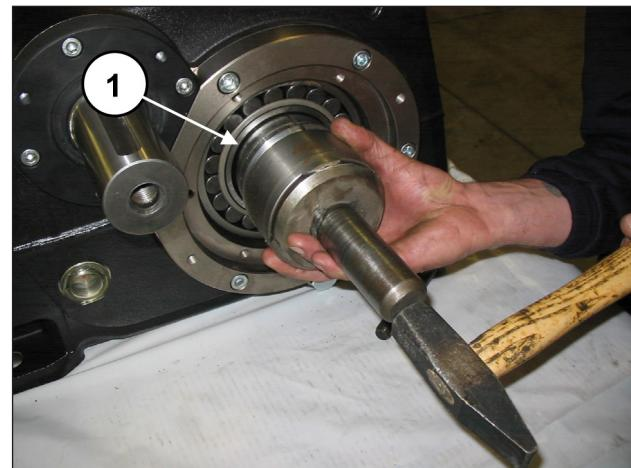
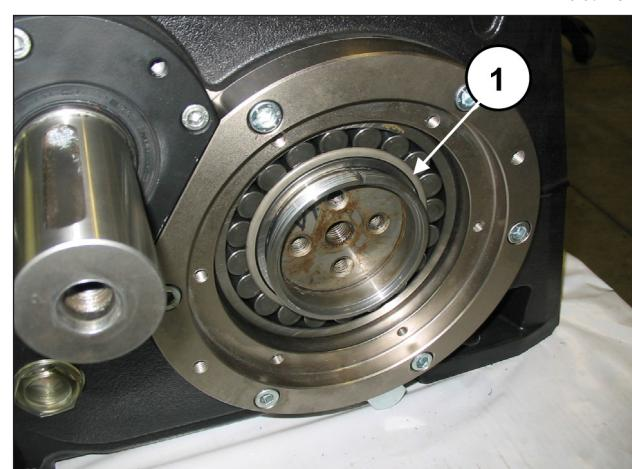

Abb. 76
Abb. 77
Treiben Sie die Druckbuchse vollständig auf die Kurbelwelle (Pos. ①, Abb. 76 und Abb. 77) mithilfe eines Schlagwerks und eines Dorns ein.